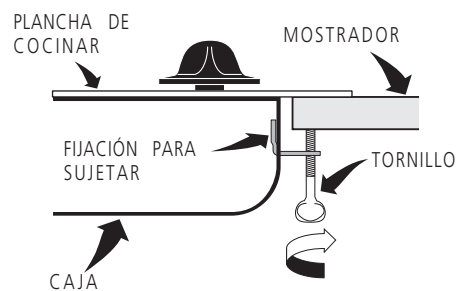

Figura 14
5. Información para sujetar el aparato. Una vez que el aparato está instalado en la apertura del mostrador, se tiene que sujetar como se va a indicar en la figura 14.